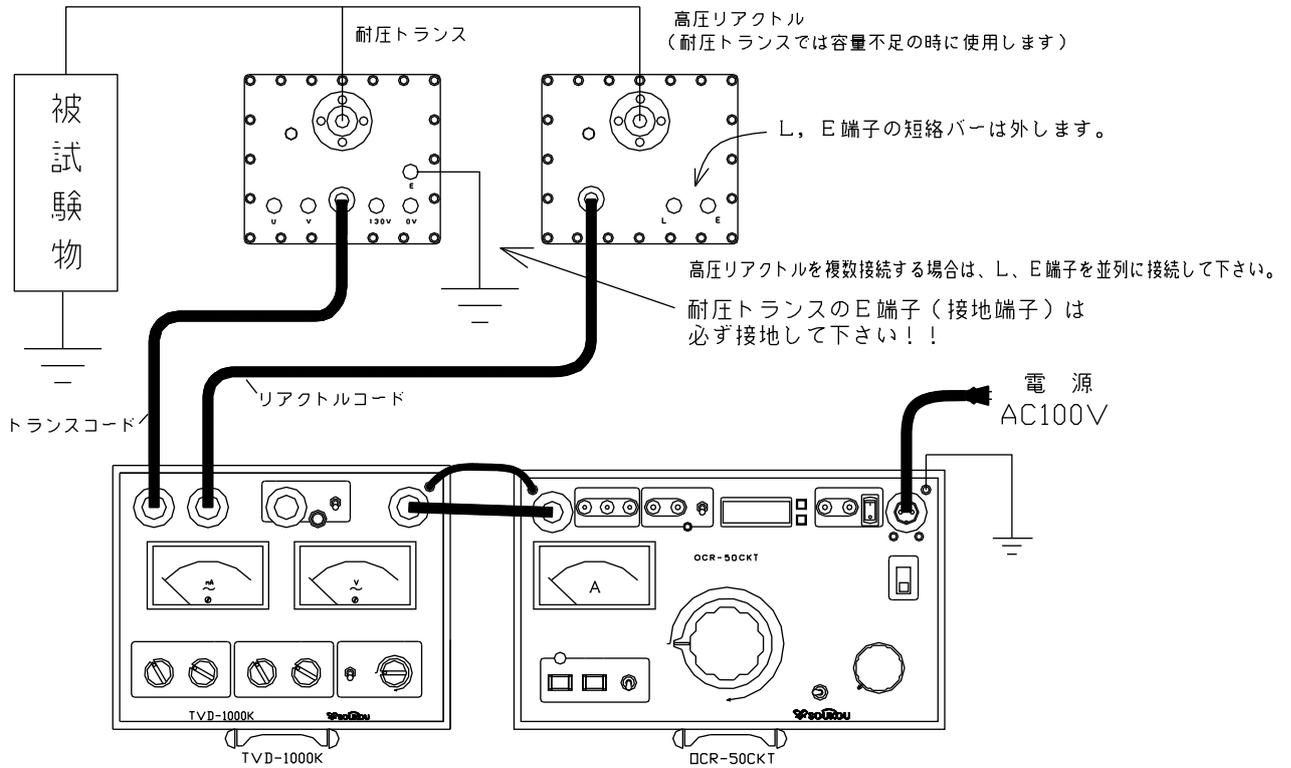

図20：試験回路図（オプション：高圧リアクトル使用）
6. 以上のような点を注意し、試験回路を構成します。(図20,21)